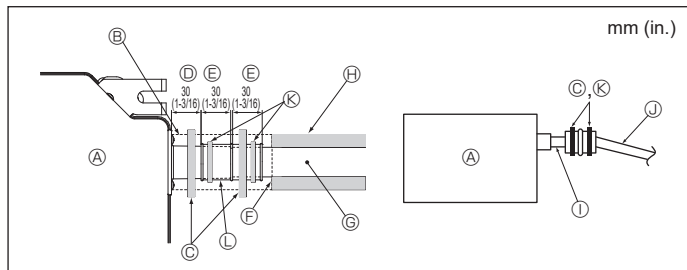

Fig. 6-2
- ⑦ Pendiente de descenso (1/100 o más)
- ⑧ Soporte metálico
- ⑨ TUBO DE PVC CON DIÁM. EXT. $\varnothing 32$ mm (1-1/4 in.)
- ⑩ Hágalo lo más ancho posible
- ⑪ Unidad interior
- ⑫ Haga una medida ancha para la tubería con el objetivo de agrupar las tuberías.
- ⑬ Pendiente de descenso (1/100 o más)
- ⑭ TUBO DE PVC CON DIÁM. EXT. $\varnothing 38$ mm (1-1/2 in.) para agrupación de tuberías.
- ⑮ Hasta 850 mm (33 in.)
1. Conecte el tubo de desagüe (suministrado con la unidad) al orificio de desagüe. (Fig. 6-2)